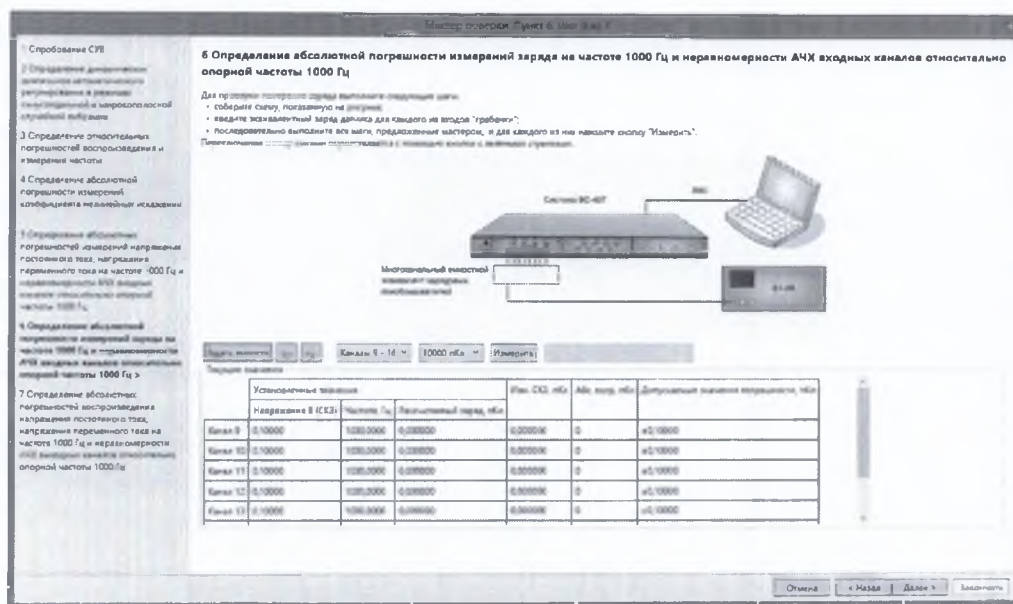

Рисунок 7.2.20
7.2.6.2 Собрать схему, изображенную в окне мастера проверки Рисунок 7.2.20. Выбрать в выпадающем списке над таблицей верхний предел измерений заряда (амплитудное значение) 10000 пКл.